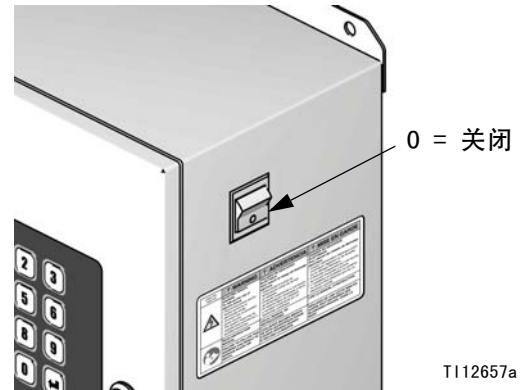

图 12: 关机
3. 关断 ProMix 2KS 的电源（0 位置）。图 12.